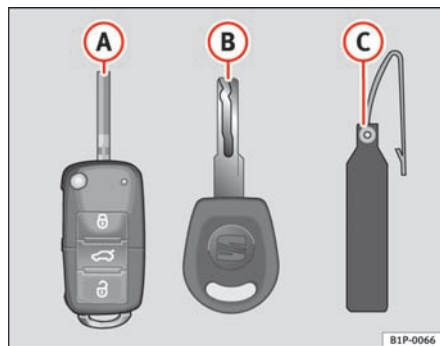

Fig. 42 Nøglesæt
- en nøgle med fjernbetjening ⇒ fig. 42 A
Det er ikke muligt at få lavet ekstranøgler uden nøglenummeret på nøglevedhængen ⇒ fig. 42 B. Derfor skal du være opmærksom på følgende: